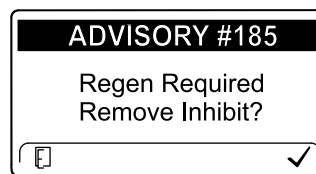

Figura 34
**Nota:** Se l'InfoCenter è impostato per inibire la rigenerazione, ogni 15 minuti l'InfoCenter visualizza il messaggio ADVISORY #185 (Figura 34), mentre il motore richiede una rigenerazione di ripristino.